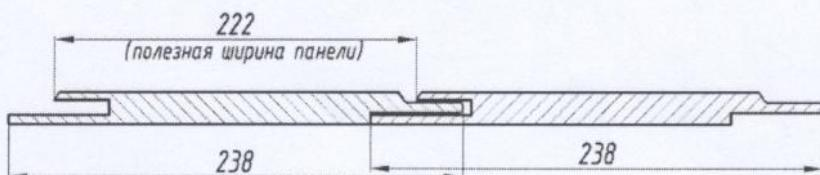

Рис. 1
- При установке панелей, монтаж осуществляется в «паз -гребень», при этом её полезная ширина составит **222** мм относительно габаритной ширины - 238 мм. Пояснение данного фактора приведено на рис.1.